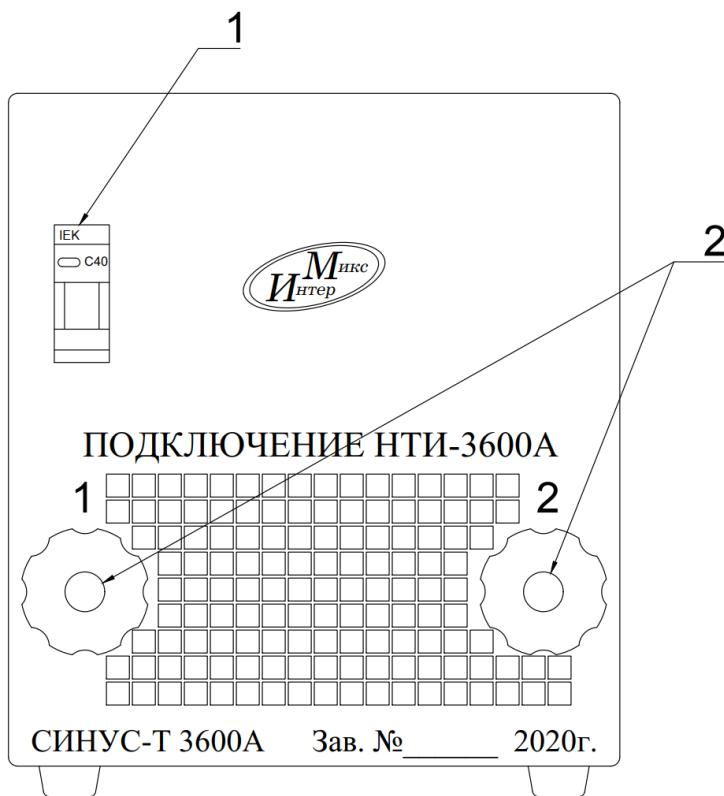

Рис.1. Передняя панель пульта управления СИНУС-Т 3600А
4.3.1. На передней панели пульта управления (СИНУС-Т 3600А) находятся (рис.1):